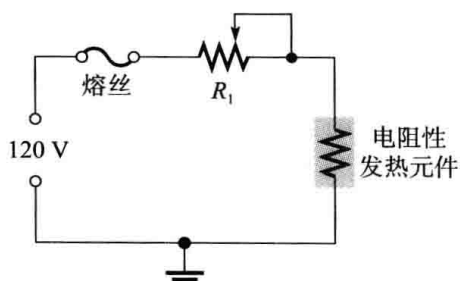

图 3-37 习题 65 图
65. 在图 3-37 中用变阻器控制发热元件的电流, 当变阻器调到 8Ω 以下时发热元件损坏。若在最大电流时加热元件两端的电压为 100V, 请问需要用多大额定值的熔丝来保护电路?